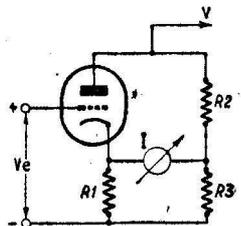

Figure 10
2) Soit le voltmètre à lampes de la figure 10. La condition de tarage est que $I = 0$ pour $Vg = 0$. Il faut donc que R2 R3 divisent la tension V dans